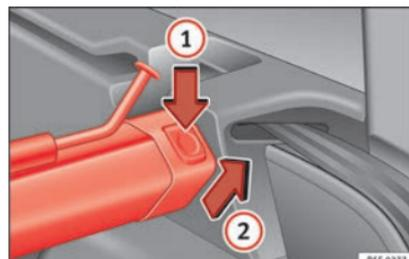

Fig. 167 Nel bagagliaio: smontare la rete divisoria.
- Premere il tasto di sblocco sinistro o destro »» **fig. 167** nella direzione indicata dalla freccia ①.
- Rimuovere la scatola dal supporto nel senso della freccia »» **fig. 167** ②.
- Premere la scatola nei supporti sinistro e destro nel senso contrario a quello della freccia »» **fig. 167** ② fino allo scatto.